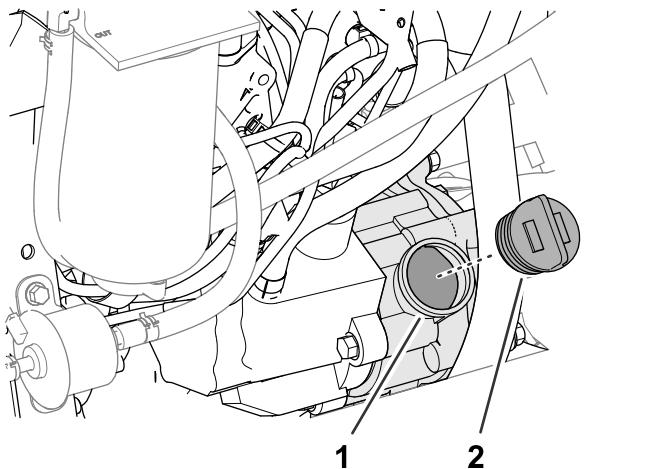

Рисунок 124
- Если уровень масла низкий, снимите крышку маслозаливной горловины (Рисунок 124) и постепенно, небольшими порциями долейте масло, периодически проверяя его уровень, до отметки «Полный» на масломерном щупе.